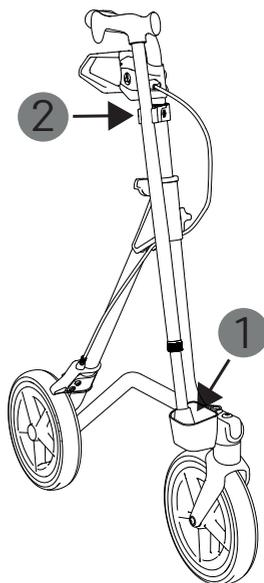

Fig. 13
1. Pour y déposer votre canne, veuillez dans un premier temps placer l'extrémité en caoutchouc de la canne dans la partie inférieure du porte-canne (1, Fig. 13).
2. Enclenchez ensuite la canne dans le crochet supérieur du porte-canne par une légère pression (2, Fig. 13).